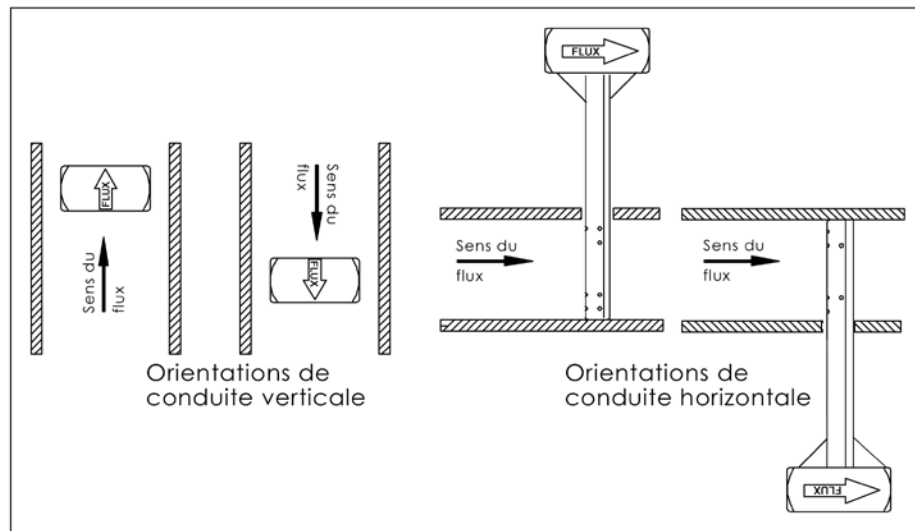

Figure 4. Orientation de la flèche de flux (« Flow »)
- Alignez la tête de la sonde de sorte que la flèche marquée « Flow » (flux) sur la tête soit orientée dans le sens du flux dans la conduite dans une marge de 3° (figure 4). Maintenez la tête dans cette position pendant toute la suite des opérations.
- Tout en respectant la dimension « Y », vissez l'écrou de compression, d'un tour un quart au-delà du serrage manuel. Vérifiez l'alignement de la sonde de sorte que la flèche portant l'inscription « Flow » (flux) sur la tête soit orientée dans le sens du flux dans la conduite dans une marge de 3° (figure 4). Une clé anglaise ou une clé à tube peut être appliquée à la tête de la sonde pour ajuster l'alignement.